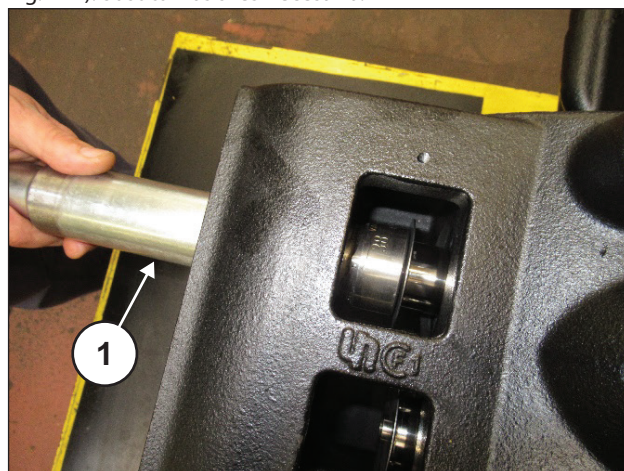
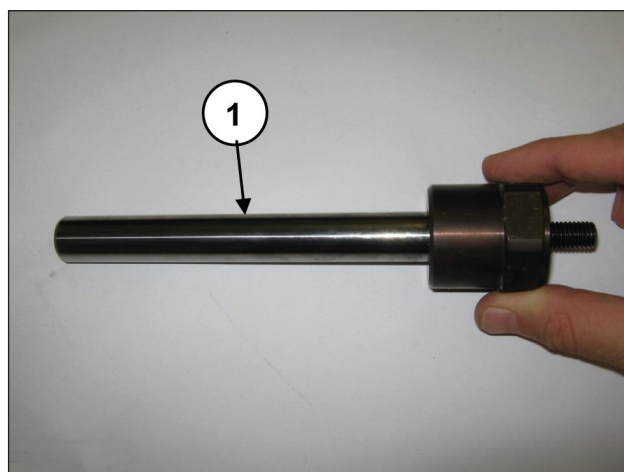

Fig. 110
Fig. 111
Desmontar los pistones con la herramienta específica (cód. 25047400), (pos. ①, Fig. 110) y comprobar su desgaste (pos. ①, Fig. 111). Sustituirlos si es necesario.